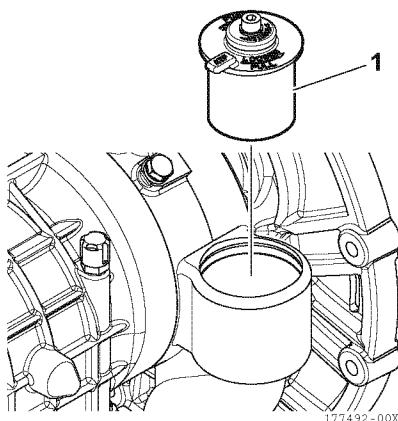

Figura 12
2. Rimuovere il gruppo filtro (1, **Figura 12**) dalla scatola del cambio.